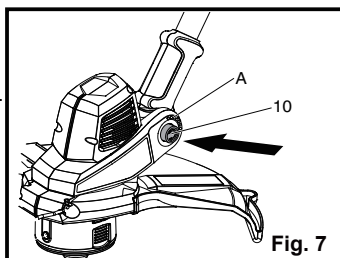

Fig. 7
PIVOTEMENT DE LA TÊTE (voir Figures 7 à 10)
- Pour faire pivoter la tête, poussez le bouton de pivot (10), puis réglez-la sur l'une des 7 positions indiquées (A) (Fig. 7).